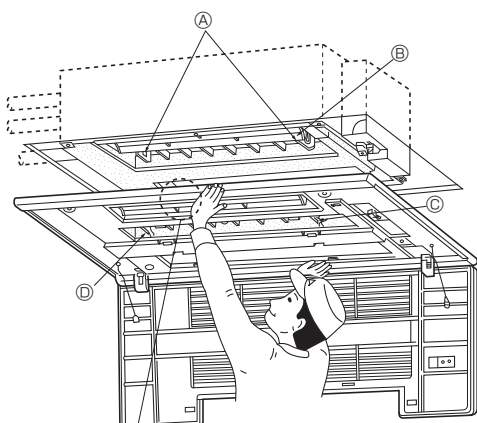

Fig. 5-4
5.3. Installer la grille (Fig. 5-4)
- ① Crochets
- ② Ouvrir complètement les volets inférieur et supérieur.
- ③ Taquet de suspension provisoire
- ④ Taquet de suspension provisoire
- ⑤ Couvercle à visser